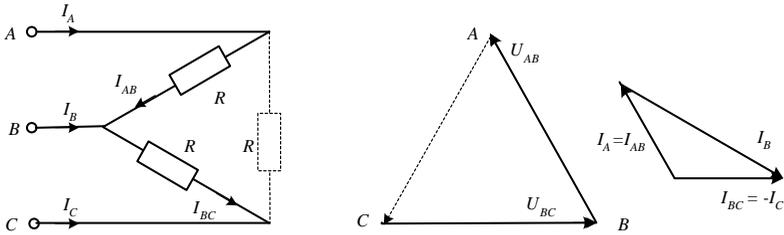

Рисунок 3 – Векторная диаграмма цепи при обрыве фазы нагрузки
**При обрыве одной фазы нагрузки** (рис. 3) ток этой фазы становится равным нулю, а в оставшихся двух фазах ток не меняется. Два линейных тока уменьшаются в  $\sqrt{3}$  раз, т. е. становятся равными фазному току, а третий остаётся неизменным.